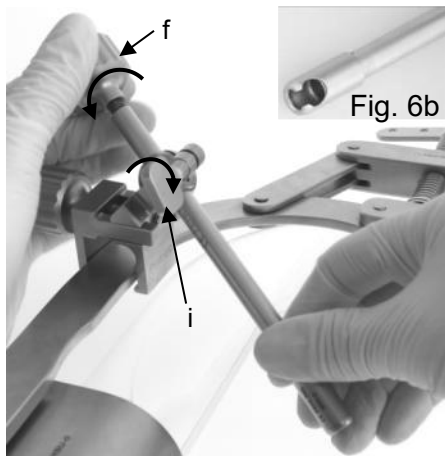

Fig. 6a
Per facilitare i passaggi successivi, è possibile fissare provvisoriamente il collegamento tra adattatore sferico e guida con uncino serrando la vite ad alette (i) dell'adattatore sferico in senso orario (fig. 6a).
- Posizionare la guida con uncino MRI-0 nella sfera dell'adattatore sferico MRF-1V ruotando in senso orario la vite ad alette (i) dell'adattatore sferico (vedere fig. 6a).